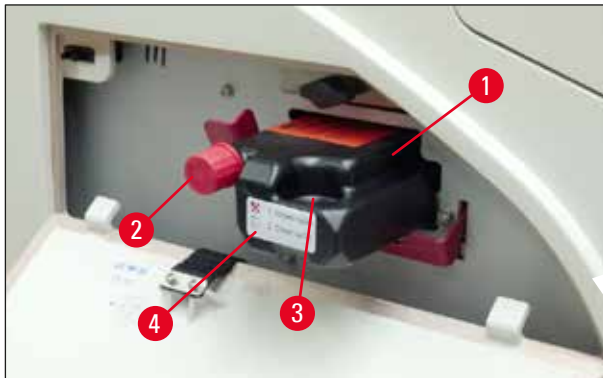

Abb. 60
3. Die Schutzfolie entfernen und die Kartusche etwa bis zur Hälfte in den Kartuschenschacht schieben (→ "Abb. 60").